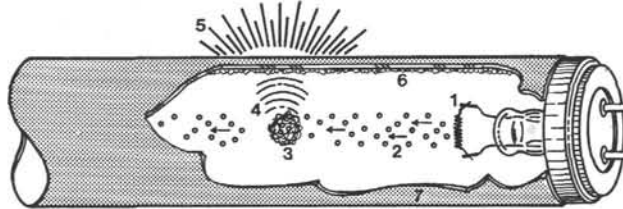

Figure 1 - Intérieur d'un tube fluorescent.
Qu'est-ce qu'une décharge électrique dans un gaz et pourquoi cela produit-il de la lumière ? Voyons sur la **figure 1** comment est constitué un tube fluorescent ordinaire (tube TL). C'est un tube de verre (7) aux extrémités duquel se trouvent des filaments (1) portés à incandescence, les électrodes. Le tube lui-même contient un mélange de gaz, vapeur de mercure et argon entre autres, et il est intérieurement recouvert d'une couche de poudre fluorescente.